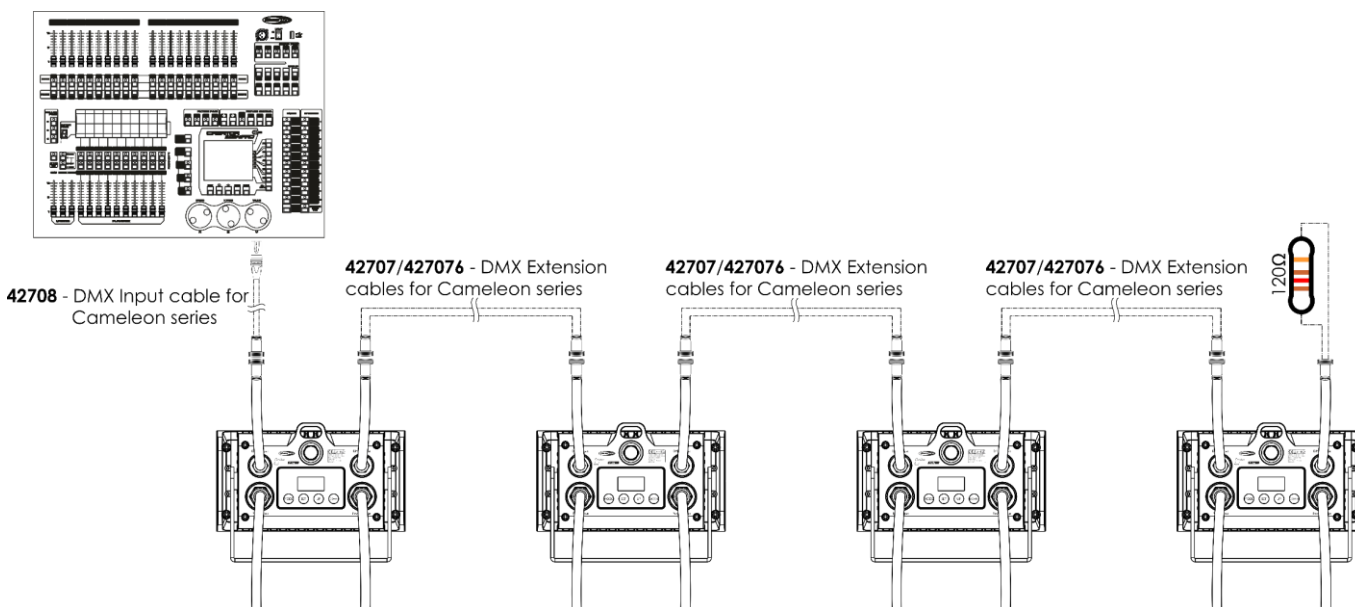

Fig. 04
- 04) Conecte las unidades entre ellas como se indica en la Fig. 04. Conecte un controlador de iluminación a la toma de entrada de señal "DMX In" de la primera unidad mediante el cable 42708 – Cable de entrada DMX. Conecte la toma de salida "Out" de la primera unidad al conector de entrada "In" de la segunda unidad mediante el cable 42707/427076 – Cable de extensión DMX. Interconecte las unidades segunda y tercera mediante el cable 42707/427076 – Cable de extensión DMX.